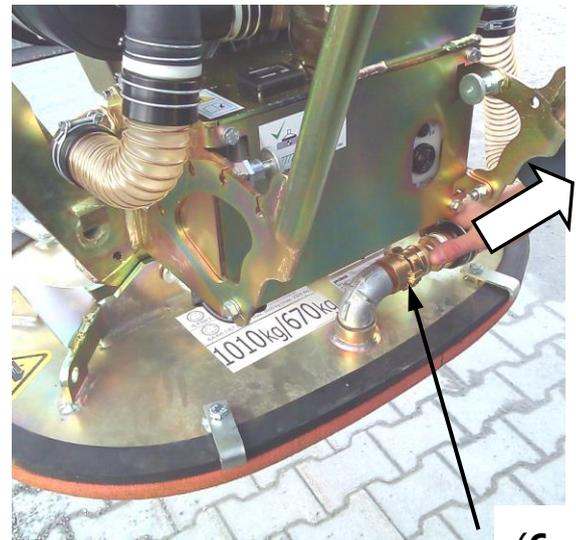

Fig. 7
- Ne soulever l'appareil que légèrement (ca. 20 cm), prendre ensuite la chaîne de sécurité (7) dans le compartiment à chaîne et la jeter sous la charge soulevée.
- Accrocher la chaîne de sécurité de l'autre côté en la **tendant** (insérer les extrémités de la chaîne dans le compartiment à chaîne). → voir fig. 7
- Pour augmenter la puissance d'aspiration dans le cas de charges très poreuses (dalles de pierre), l'accouplement à changement rapide (6) monté de série peut être démonté de la ventouse pour pouvoir brancher le tuyau de vide directement sur la ventouse.
- Pour cela, retirer l'accouplement à changement rapide (6) du tuyau d'aspiration (→ Fig. 7 + 8).